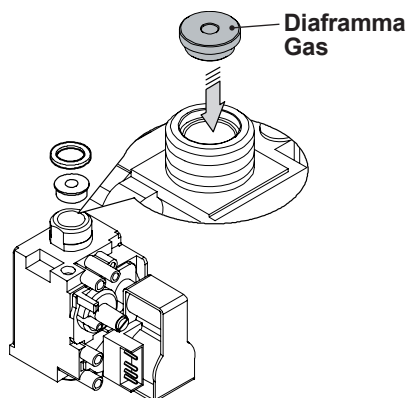

Figura 8.2
- Eseguire la trasformazione del tipo di gas sostituendo correttamente il diaframma gas (Figura 8.2), facendo riferimento alla sezione "Dati tecnici" pag. 26 (modello **Idea.eco 25**) e pag. 29 (modello **Idea.eco 35**).